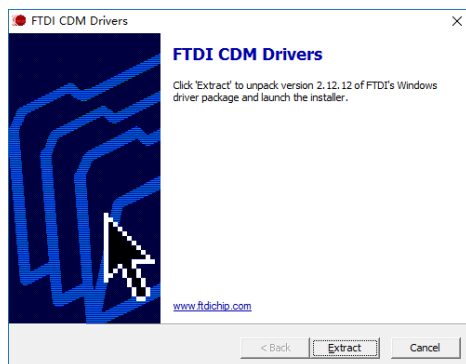

图 7 驱动安装包解压缩提示
- 3) 此后，系统弹出图 7 所示的对话框，提示解压缩驱动安装包，点击“Extract”继续。